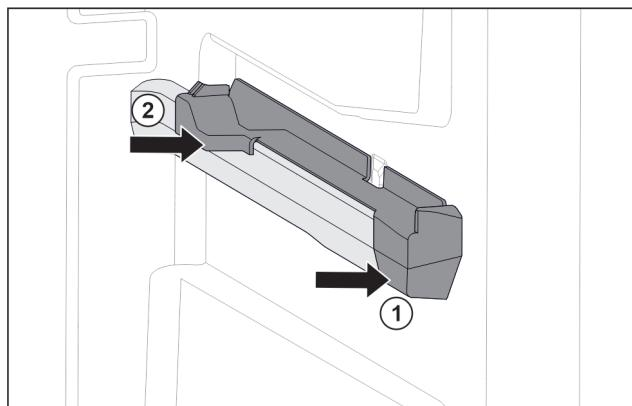

Fig. 74 Násuvný diel na pravom rebre nádoby
- Nasadte násuvný diel vpredú na rebro nádoby. Fig. 74 (1)
- Pritlačte násuvný diel vzadu. Fig. 74 (2)